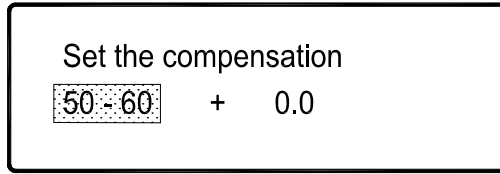

图 2
试样最小厚度与材料硬度及所用标尺存在附图 2 关系图。
附图2 表面洛氏硬度标尺试验的最小厚度
2.5 按“ ”、“ ”将光标移到要修正的硬度标尺上，如到“HR15N”上，然后按“ENTER”确认，此时出现图2画面。
2.6 按“ ”、“ ”选择要修正硬度范围段,如在图 2 中按“ ”直到“ 50-60 ”变为“ 60-70 ”,然后按“ ENTER ”确认。此时光标移到“ + ”上。